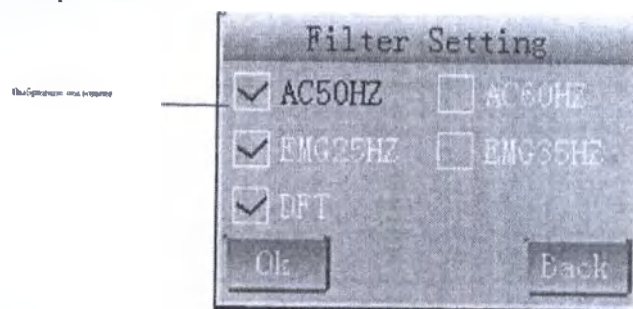

Рис. 13-2-2.
1.  1. Войдите в интерфейс «Настройка фильтра», как показано на рис. 13-2-2.